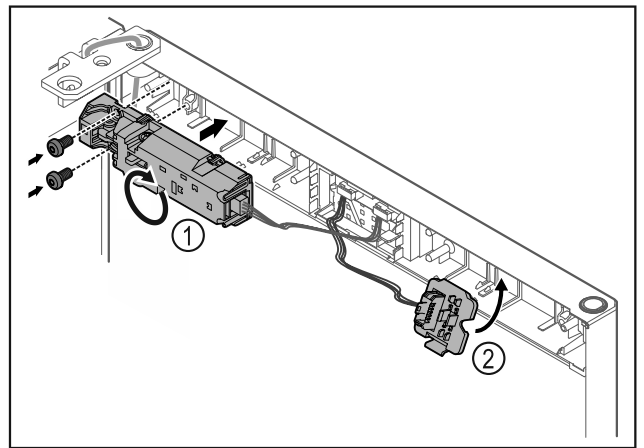

Fig. 11
- Fernschloss Fig. 11 (1) um 180° drehen und auf Gegenseite befestigen.
- Steckerhalterung Fig. 11 (2) auf Gegenseite einrasten.*